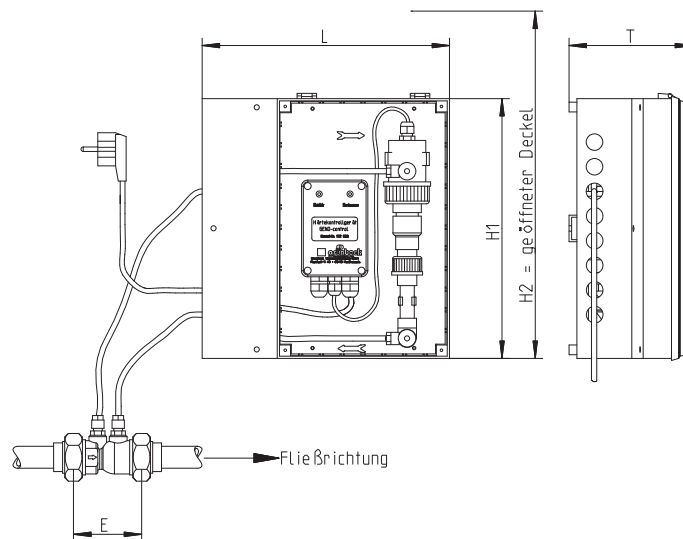

Abb. 1.1: GENO®-control Einbauschema und Maßzeichnung
- Schläuche wie auf der Zeichnung abgebildet anschließen (siehe Abb. 1.1).